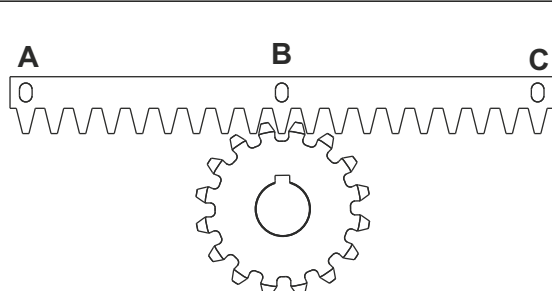
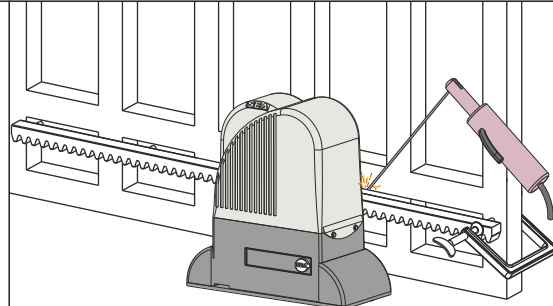

Fig. 7
Fig. 8
5.3. Placer l'élément de crémaillère sur le pignon denté de l'opérateur de façon qu'il soit parallèle à la guide de coulissement au sol; le positionner comme sur la Fig. 7 et souder électriquement le cliquet central **B** à la structure du portail (Fig. 8). Déplacer manuellement le portail jusqu'à ce que le cliquet **C** soit correspondant au pignon, donc le souder électriquement. Effectuer la même opération pour le cliquet **A** après l'avoir mis en correspondance avec le pignon;